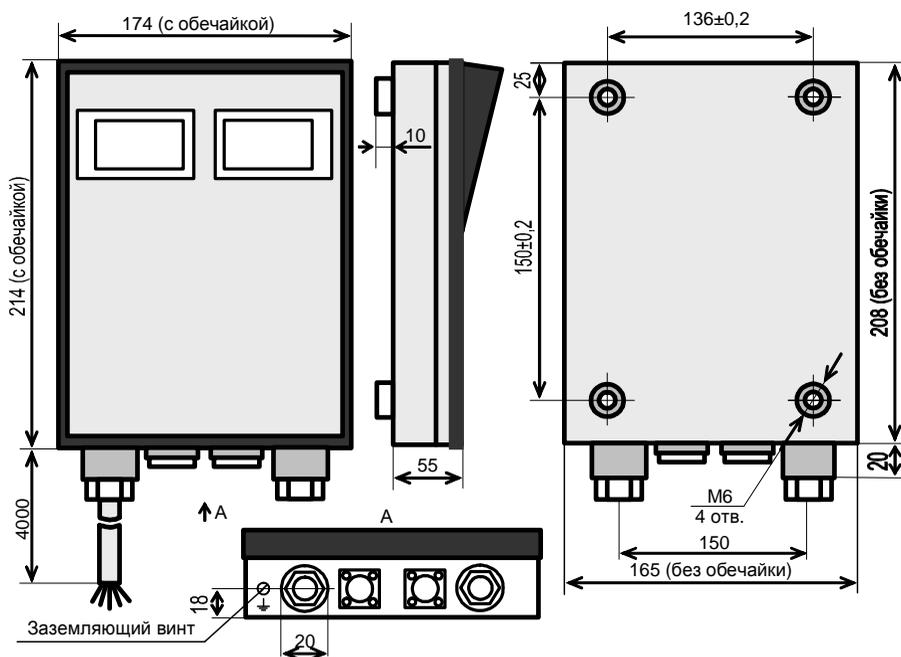

Рисунок 2 – Габаритные и присоединительные размеры БУ
**ЗАЗЕМЛИТЬ КОРПУС БУ, ИСПОЛЬЗУЯ ЗАЗЕМЛЯЮЩИЙ ВИНТ (СМ. РИСУНОК 2) И ЗАЗЕМЛЯЮЩИЙ ПРОВОД "  $\frac{1}{2}$  " ВЫХОДНОГО ЖГУТА.**
Установить блок управления (см. рисунок 2) в кабине крана на кронштейне таким образом, чтобы лицевая панель БУ была обращена к крановщику и удобна для наблюдения и считывания информации с цифровых индикаторов.
Заземлить корпус БУ, используя заземляющий винт (см. рисунок 2) и заземляющий провод "⚡" выходного жгута.